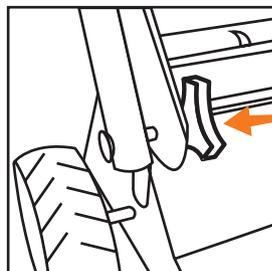

Рис. 7
- Выкрутите нижние болты регулировки высоты рукоятки с обеих сторон (Рис. 7).